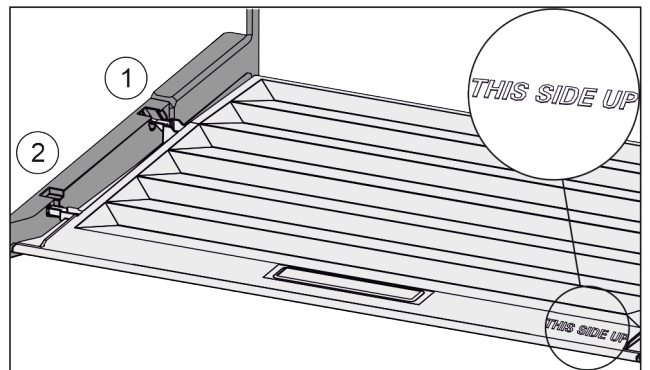

Fig. 98
- ▶ Vie kannen korkeosa takimmaisessa kiinnittimessä Fig. 98 (1) olevan aukon kautta sisään ja kiinnitä se edessä kiinnittimeen Fig. 98 (2).